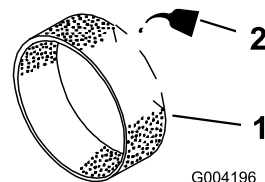

Figura 44
3. Ponga entre 30 y 60 ml de aceite en el pre-filtro (Figura 44).